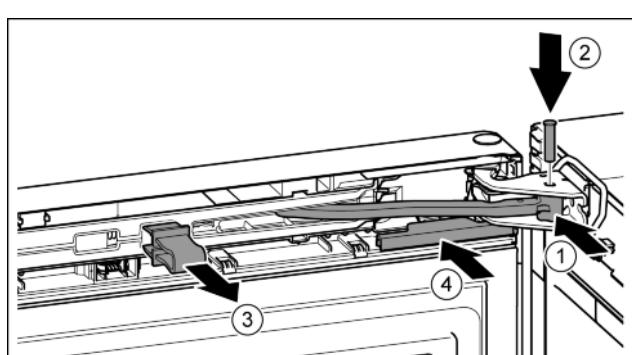

Fig. 21
► Okrenite zglob u podlošku ležaja. Fig. 21 (1)
► Umetnite svornjake u podložak ležaja i zglob. Pritom pazite da ispuštanje za blokiranje ispravno dosjedne u utor. Fig. 21 (2)
► Skinite osigurač. Fig. 21 (3)
► Nataknite pokrov. Fig. 21 (4)